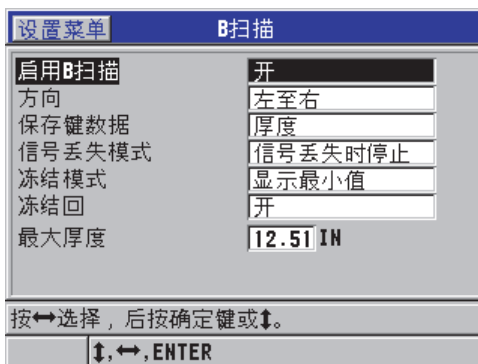

图 9-4 更改 B 扫描参数
可以在 B 扫描屏幕中实时配置 B 扫描（参见第 151 页的图 9-4），方法是先按 [设置] 键，然后在菜单中选择 B 扫描。
1. 在 **B 扫描** 屏幕上（参见第 151 页的图 9-4），将 **保存键数据** 设定为 **厚度 +B 扫描**。